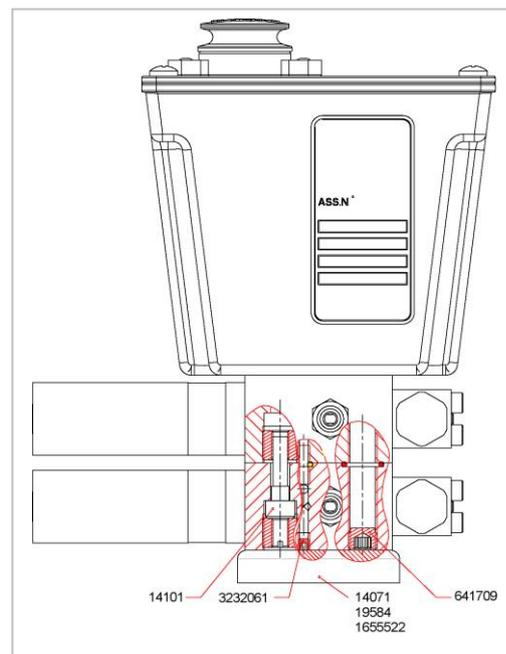

Рис. 3
4. Вновь установите патрубки на новое основание (рисунок 3)